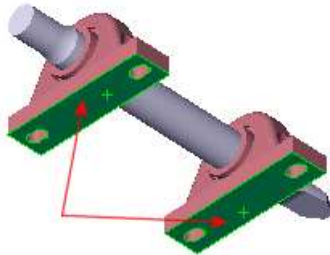

Рисунок 7.2 – Грані моделі, що закріплюються
Зафіксуйте показані на рис. 7.2 поверхні:
- У графічній області виберіть дві вказаних поверхні (рис. 7.2).